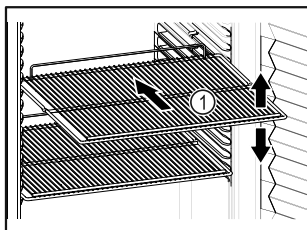

Fig. 73 Példaként szolgáló ábrázolás
- ❑ Ha a tárolófelületek Fig. 73 (1) áthelyezhetők, akkor igazítsa be őket a kívánt magasságnak megfelelően.